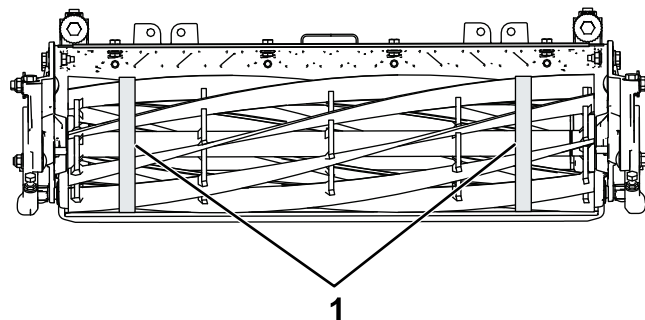

Figure 39
3. À l'aide d'un ruban de mesure du diamètre, mesurez le diamètre extérieur du cylindre aux deux extrémités (Figure 39) ; la différence entre les diamètres extérieurs aux deux extrémités doit être inférieure à 0,25 mm. Si la différence est supérieure, rectifiez le cylindre.